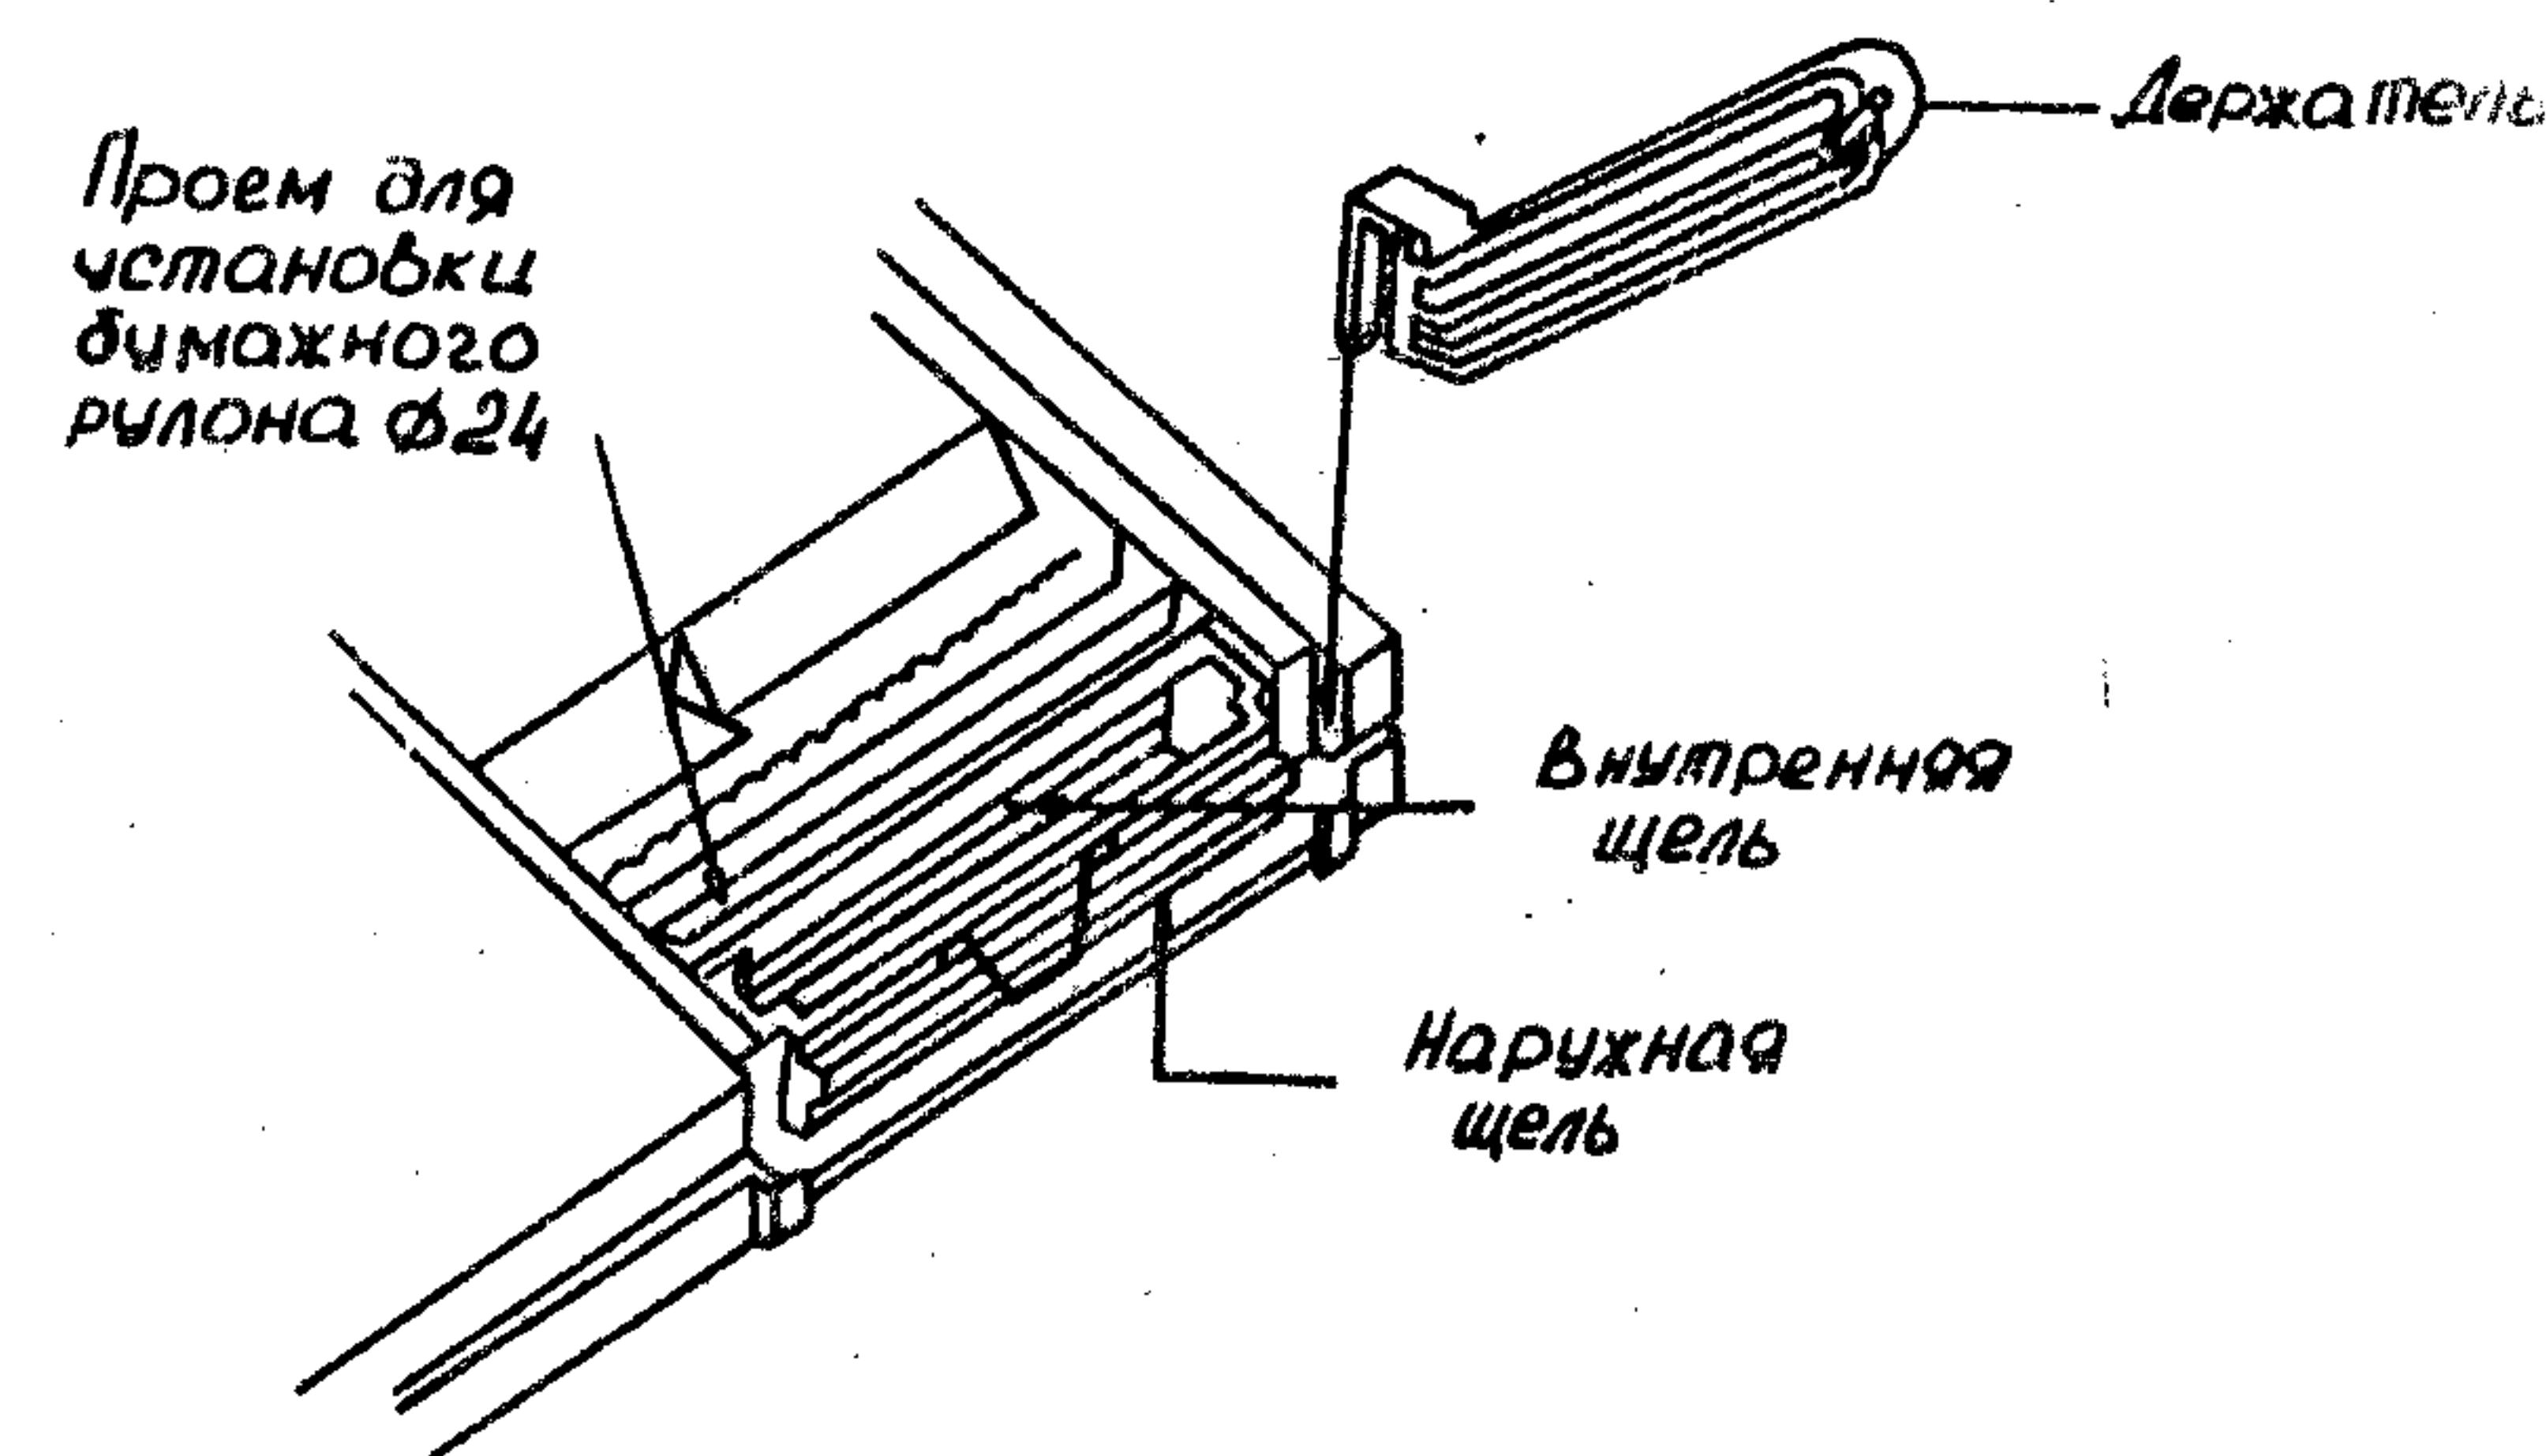

Рис. 6.5
4) пропустите ровно отрезанный конец бумажной ленты через внутреннюю щель плоттера, показанную на рис. 6.5;